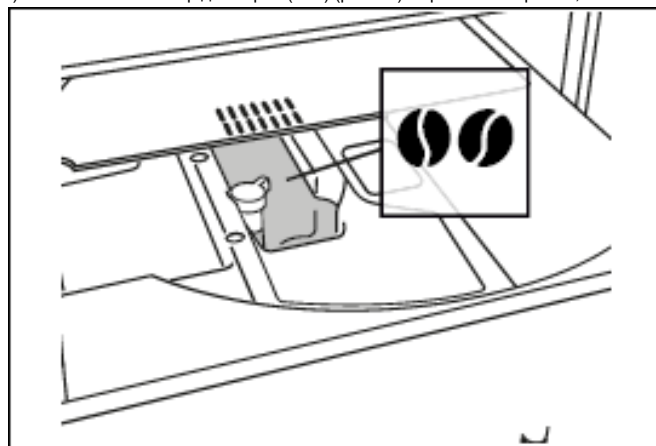

Рис. 24
1) Заполните контейнер для зерен (A16) (рис. 24) кофейными зернами;